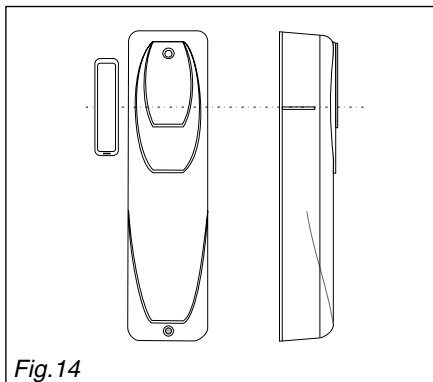

Fig. 14
3.3.1 Description du produit (fig. 14)